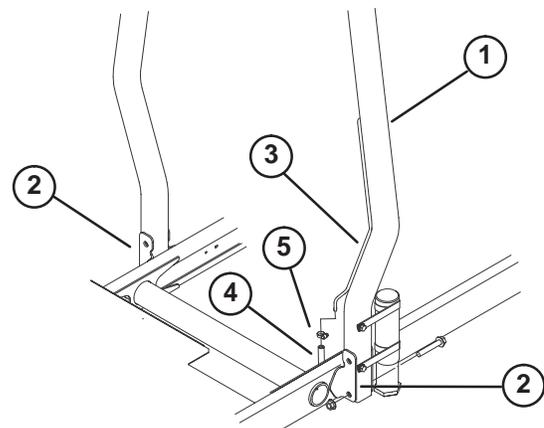

Bild 11
2. Befestigen Sie jede Seite des Überrollbügels mit zwei (2) Kopfschrauben und Sicherungsmuttern an den Befestigungshalterungen (Bild 11). Ziehen Sie die Schrauben auf 81 Nm an.